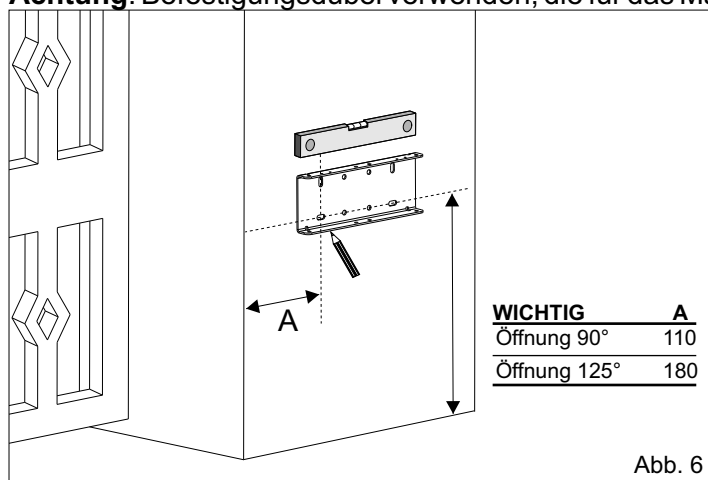

Abb. 6
- Die Verankerungsplatte auf dem Pfosten positionieren und die horizontale Position A entsprechend der maximal auszuführenden Öffnung (siehe Tabelle Abb.6) festlegen.